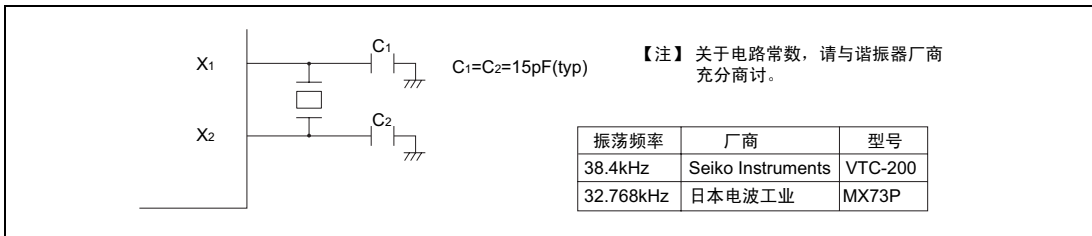

图 4.8 32.768kHz/38.4 kHz 晶体谐振器的连接例子
(1) 连接 32.768kHz/38.4 kHz 晶体谐振器的方法
为了给予时钟分频器提供时钟，如图 4.8 所示连接 32.768kHz 或者 38.4 kHz 的晶体谐振器。关于连接时的注意事项，和“4.2 (3) 电路板设计时的注意事项”相同。